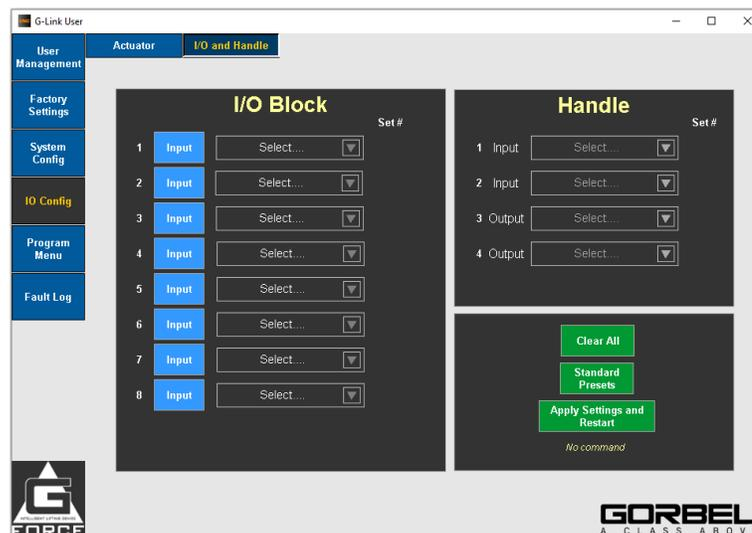

Figure 4
Se è disponibile anche il blocco I/O di espansione, passare alla scheda IO e Handle in alto e quindi è possibile configurare anche il blocco I/O (Rif.: Fig.4).
**Dispositivo Q2:** Navigare in alto fino alla scheda IO e impugnatura – Possono essere configurati solo gli IO dell'impugnatura (Rif.: Fig .4 – Impugnatura). In questa pagina si possono configurare 2 input e 2 output.